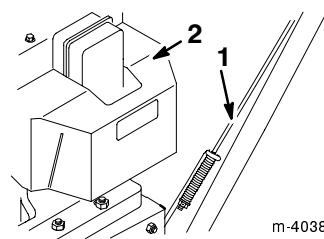

Figure 3
**IMPORTANT: Vérifiez que l'ensemble de tige d'orientation de l'éjecteur se trouve bien entre le moteur et la tige de traction (Fig. 3).**